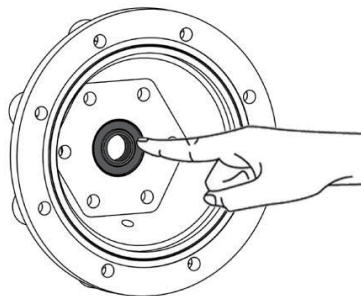

Рисунок 12
2. Снимите перекачивающую секцию, отложите толкатель, пружину и болт, выньте сальник в середине перекачивающей секции, а затем установите новый сальник (см. рис. 12).